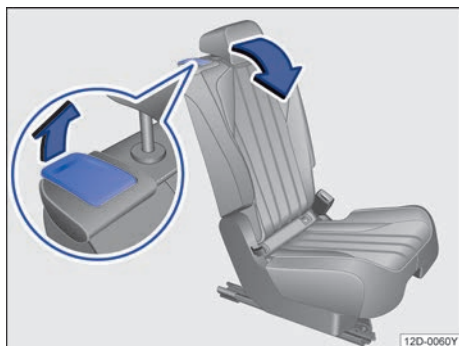

图 67 第二排座椅：上车辅助功能的操作杆
- 必要时：移除第二排座椅脚部空间的物品，同时将座椅头枕向下到底→第 68 页。→①。
- 沿箭头方向拉起操作杆→图 67 向前拉后座椅，并将后座椅靠背向前翻折→▲。
- 拉住操作杆→图 67 并将后座椅靠背往后翻折到靠背垂直卡止位置，然后往后推座椅到坐垫锁止位置→▲。